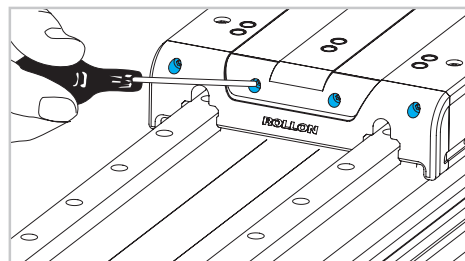

Fig. 2
- 1) Retirer les plaques d'extrémité du chariot en desserrant les vis avant (Fig. 2).